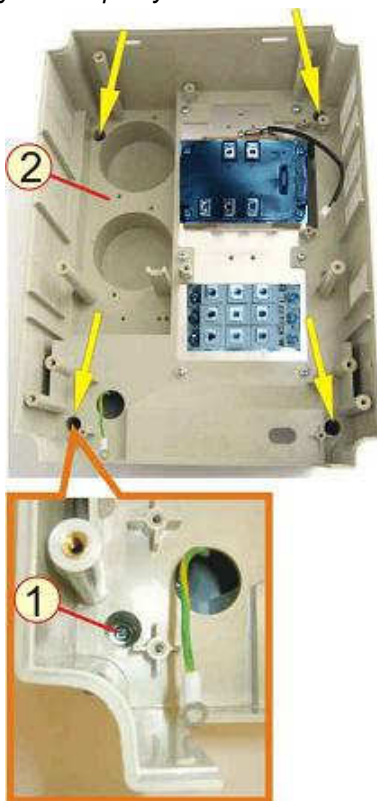

Рис.6.26
6.15.1. Выкрутить четыре винта 1 в углублениях корпуса 2 (рис.6.26). Положить винты в тару.